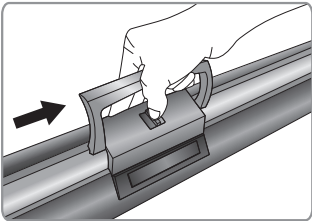
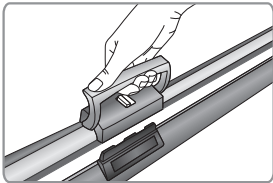

图 3
图 6
2. 按图 3 所示用手握住手柄，再用大拇指将安全锁扣按图 6 所示箭头方向推至解锁位置。